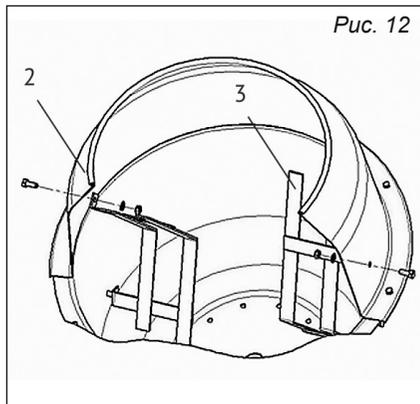

Рис. 12
6.8. Установка лопаток на нижней половине бака (рис. 12)